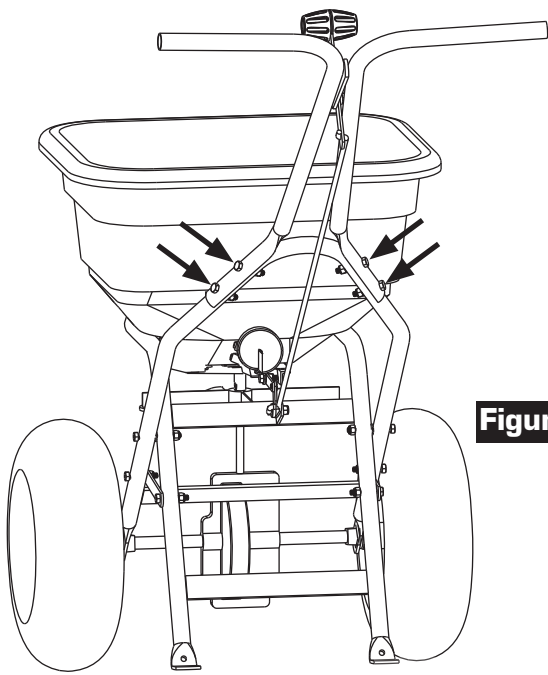

Figure 10
10. Fixez l'assemblage de poignée au cadre à l'aide de (4) boulons 6,3 mm x 38 mm (1/4 po x 1-1/2 po) et de contre-écrous en nylon 6,3 mm (1/4 po), comme illustré dans la figure 10.